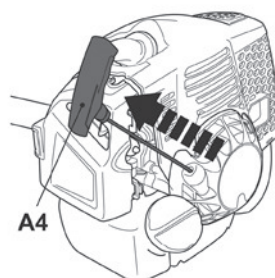

Fig. 33
- > Mantenha o produto estável e puxe ligeiramente a pega do arrancador de recuo até sentir resistência e, em seguida, puxe rapidamente. Repita até que o motor arranque (Fig. 33).